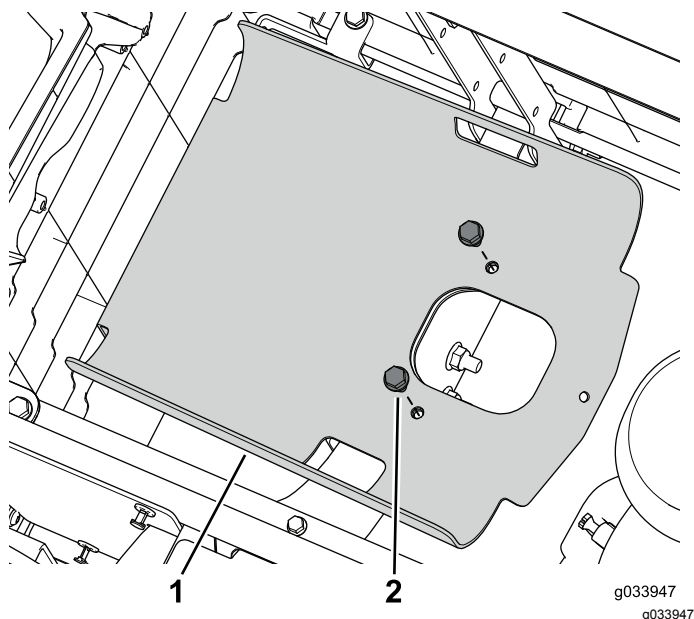

Figura 5
5. Remova os dois parafusos de cabeça flangeada que prendem o tabuleiro do depósito à estrutura (Figura 5).
5. Prenda o tabuleiro do depósito à estrutura utilizando os dois parafusos de cabeça flangeada previamente removidos (Figura 5).